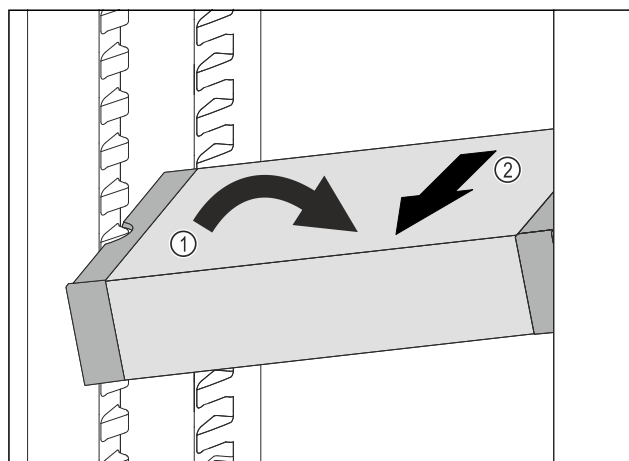

Fig. 133
- ▶ VarioSafe postavte v chladničke šikmo. Fig. 133 (1)
- ▶ VarioSafe vyberte dopredu. Fig. 133 (2)